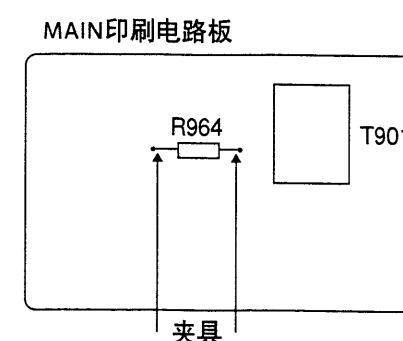

图1
5. 把设定开关关掉, 然后把图3所示的夹具接在图1所示的R964的两端。